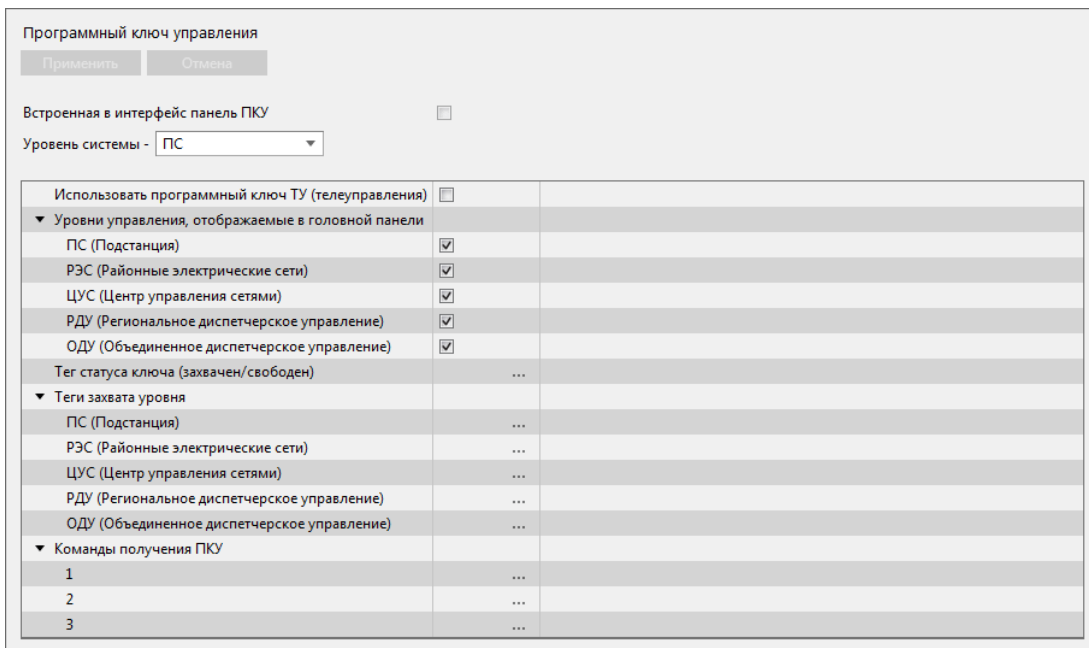

Рисунок 299 - ПКУ
2. Конфигурирование ключа ПКУ на вкладке **ПКУ** (Рисунок 299).